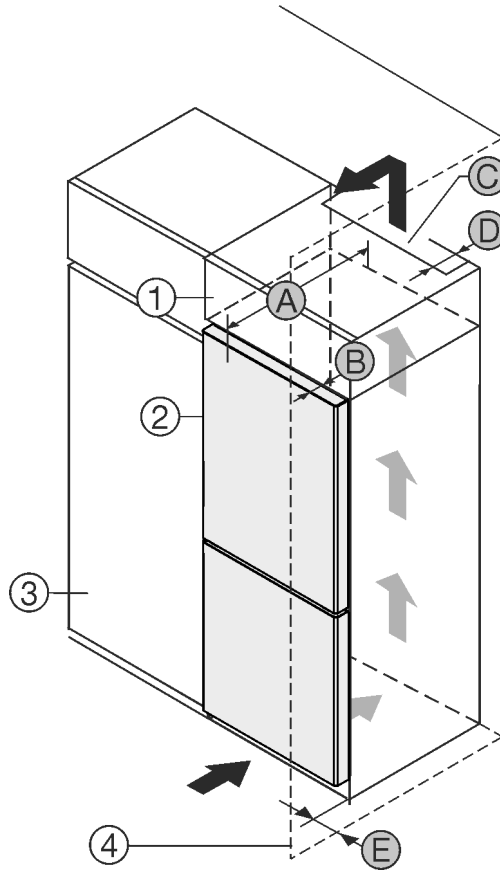

Fig. 1
Voit pystyttää laitteen suoraan jääkaapin Fig. 1 (3) viereen.
Lisäkaapin takana on oltava lisäkaapin levyinen poistoilmakuilu, jonka syvyys on Fig. 1 (D).
Katon alapuolelle on jätettävä ilmanvaihdon poikkipinta-alaa Fig. 1 (C) vastaava tila.
Jos asennat laitteen oven saranapuolen seinän Fig. 1 (4) viereen, laitteen ja seinän väliin on jätettävä vähintään 13 mm väli.
Jos asennat laitteen oven saranapuolen seinän Fig. 1 (4) viereen, laitteen ja seinän väliin on jätettävä vähintään 20 mm väli.
Jotta voit avata ovet kokonaan, laitteen on oltava oven syvyyden Fig. 1 (B) verran ulospäin keittiökaappien etureunasta. Keittiökaappien Fig. 1 (3) syvyyden ja välikkeiden käytön mukaisesti laite voi olla ulompänä.